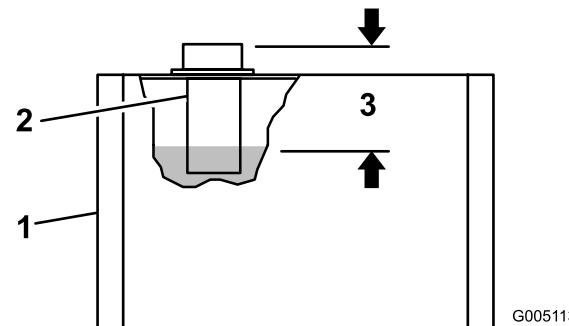

図 20
2. オイル・タンク上部にあるキャップを取って油量を点検する。補給口の根元から89 mm程度下の位置に油面があれば適正とする(図 20)。